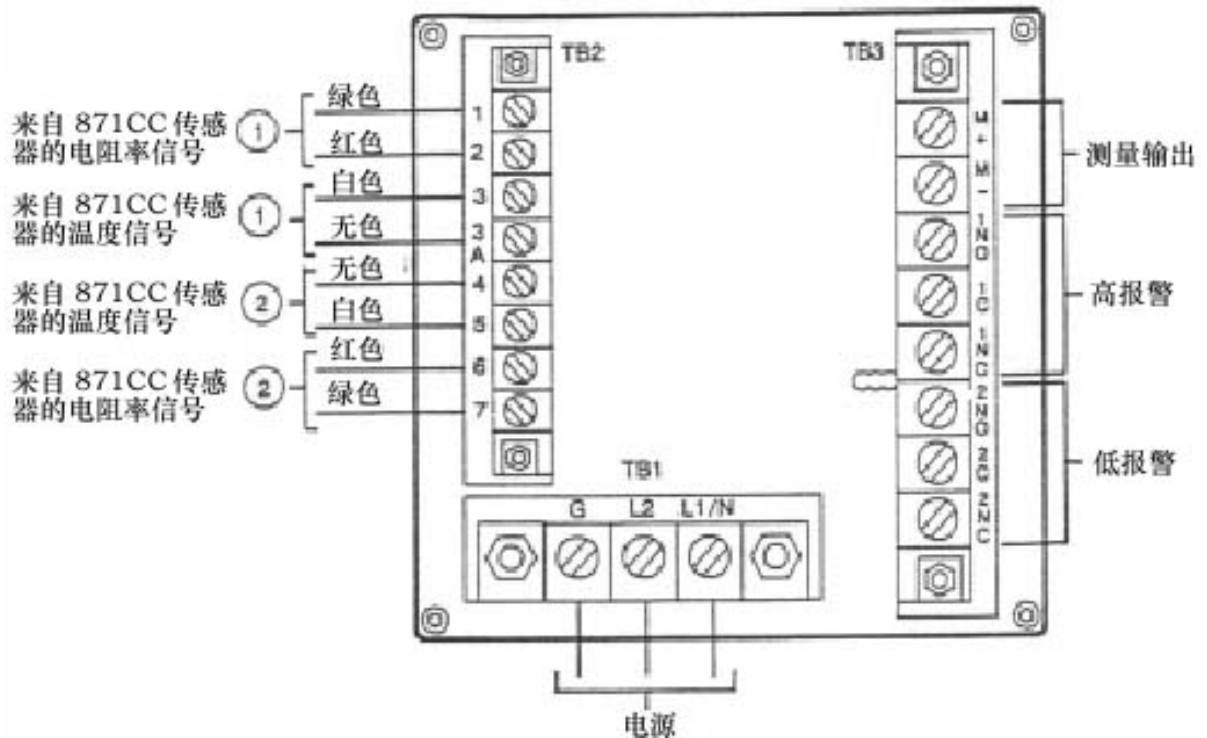

图 8 后嵌板接线 - 通用型
- 2、如图 8 所示将 Hi 和 Lo 报警线连到 TB3 上。故障安全操作要求在 NC 和 C 之间做连接。参见“通用信息报警”。
- 3、为分析仪测量输出从外电路连线到端子 TB3-1(+)和 TB3-2(-)。参见图 8。
- 5、按照图 8 将传感器导线接到分析仪接头板 (TB2) 上。如果该分析仪使用单一一个传感器，那么它可以连到其中任何一个传感器输入上。为单或双传感器的使用而组态 873 分析仪的帮助，见“用户注释”(第 7 节)。
- 6、如图 8 所示将电源线连到接头板 TB1 上。